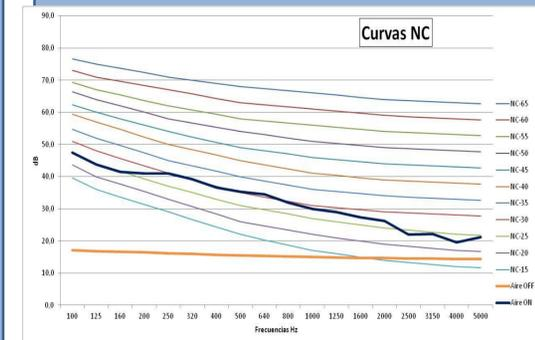

Imagen 2. Medición del T2
- Medir por el método de la respuesta impulsiva el tiempo de reverberación del hall. Para obtener el T2 (Imagen 2)